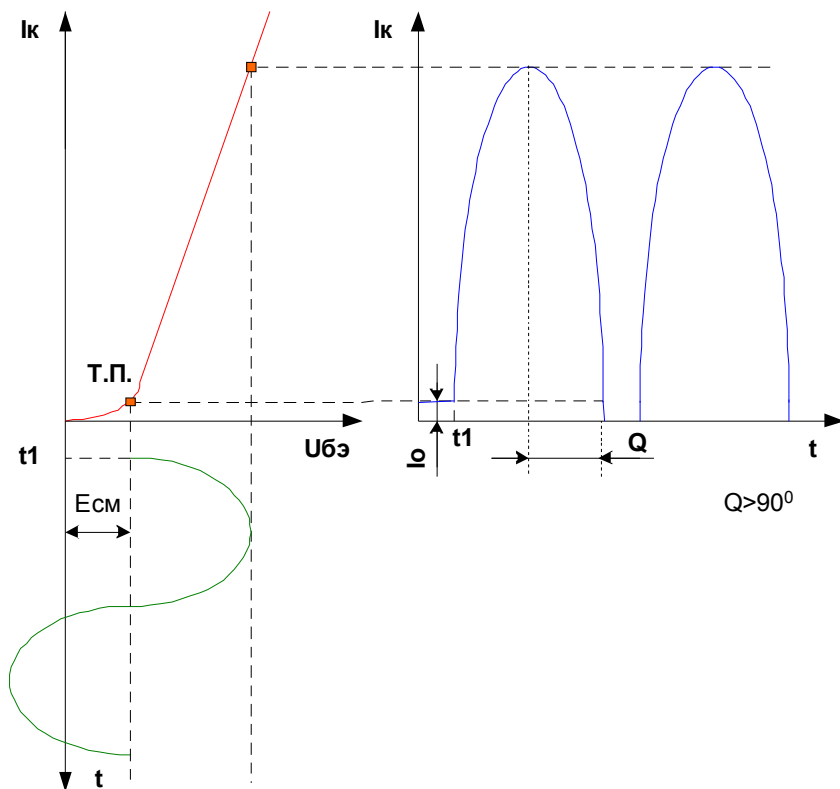

Рис. 238
4) Режим работы класса АВ. Иногда положение точки покоя в режиме класса АВ выбирается на нижнем изгибе проходной динамической характеристики (смотрите рисунок 238).